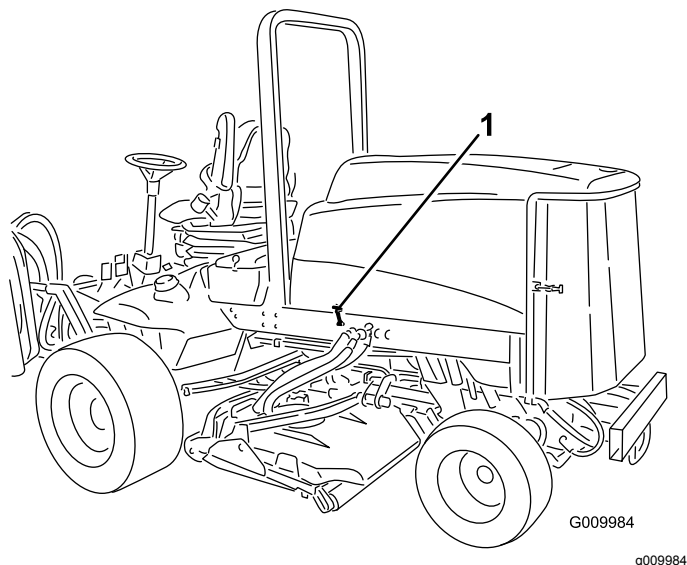

Figure 45
1. Ouvrez les loquets (Figure 45) du capot et faites pivoter celui-ci pour l'ouvrir.